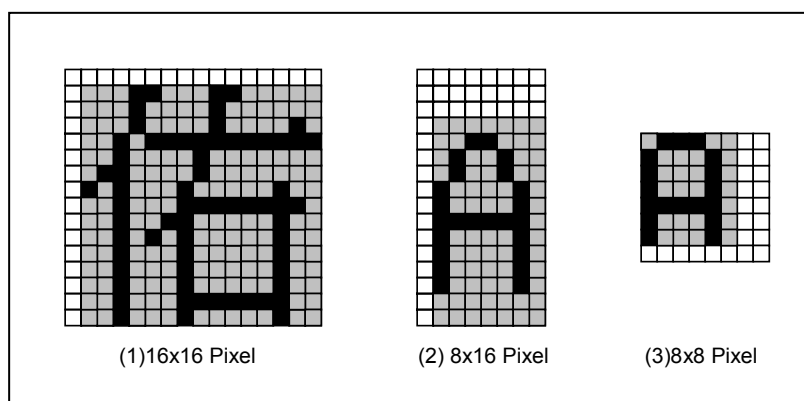
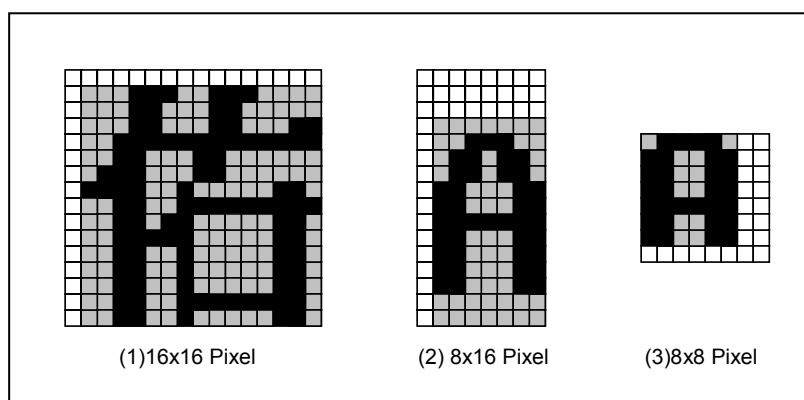

图 E-1：一般显示字型
图 E-2: 粗体字显示字型
1. **中文字型**：所占的显示区域大小为 16x16，实际字体大小为 15x15，如图 E-1 的(1)，所支持的字收录在 RA8815 应用手册“附录 D. 字型与字码表”，其实由字码表中可以看出所包含的字不只中文，还有包括一些符号、数字等，而这些字型在 RA8815G-T 与 RA8815G-S 是不一样的，RA8815G-T 字型的对映码是 BIG5 码，RA8815G-S 字型的对映码是 BG 码，如使用 RA8815G-T，当 MCU 在设定好坐标位置后送出 Data “B7h”及“E7h”，就会显示”瑞”的繁体中文字型，使用 RA8815G-S，当 MCU 在设定好坐标位置后送出 Data “C6h”及”CCh”，就会显示”铺”的简体中文字型。
2. **大 ASCII 字型**：所占的显示区域大小为 8x16，实际字体大小区域一般显示字型为 6x13，如图 E-1 的(2)，粗体字显示字型为 7x13，如图 E-2 的(2)。大 ASCII 字型共有 1024 个字(请参考 Table-1 与 Table-2)，其中包括一些符号、数字、英、日、欧文及拉丁文，大 ASCII 字型在 RA8815G-T 与 RA8815G-S 也是一样的。只要 RA8815 设定成大 ASCII 字型模式(REG[03h]的 MD[1:0]=10)，由 MCU 送出 Table-1 或 Table-2 的字型码就会显示出所对映的 8x16 字型，如 MCU 在设定好坐标位置后送出 Data “41h”，就会显示”A”的大 ASCII 字型。选择大 ASCII 表由缓存器[03h]MWMR 的 Bi4 ASCS 决定，ASCS 为 0 选择 ASCII 表 1(Table1)，为 1 选择 ASCII 表 2(Table2)。
3. **小 ASCII 字型:** 所占的显示区域大小为 8x8, 实际字体大小区域一般显示字型为 5x7, 如图 E-1 的 (3), 粗体字显示字型为 6x7, 如图 E-2 的 (3)。小 ASCII 字型共有 512 个字(请参考 Table-0), 其中包括一些符号、数字、英、日、欧文等, 小 ASCII 字型在 RA8815G-T 与 RA8815G-S 是一样的。只要 RA8815 设定成小 ASCII 字型模式(REG[03h]的 MD[1:0]=01), 由 MCU 送出 Table-0 的字型码就会显示出所对映的 8x8 字型, 如 MCU 在设定好坐标位置后送出 Data “50h”, 就会显示 “P” 的小 ASCII 字型。